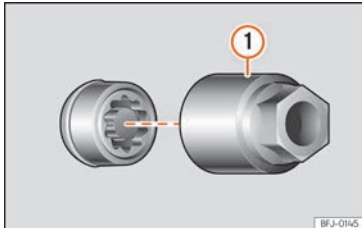

Abb. 74 Diebstahlhemmende Radschraube mit Abdeckkappe und Adapter
- Schieben Sie den Spezialadapter »» **Abb. 74**: ① (Bordwerkzeug) bis zum Anschlag in die diebstahlhemmende Radschraube.